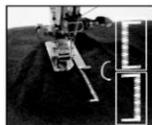

рис.20
- (5) Поднимите прижимную лапку, поворачивая ткань на 180° (рис.20)